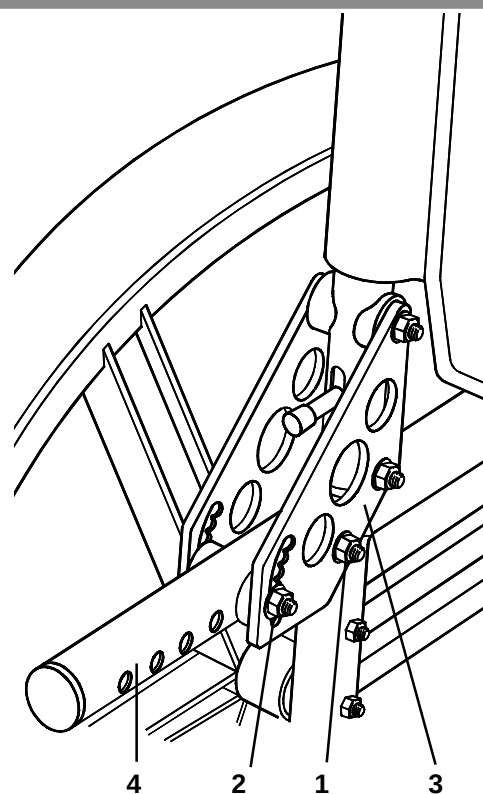

Fig. 35
Pour ajuster la hauteur (de la taille de la longueur du siège) du siège (Fig. 35), retirez la vis pivot d'une ouverture de 10 mm et l'écrou (1) ainsi que la vis de réglage de l'angle d'ouverture de 10 mm et l'écrou (2) des deux paires de plaques de réglage de l'angle du dossier (3). Faites glisser le dossier le long du tube (4) jusqu'à la hauteur voulue, en alignant avec précaution les trous des plaques de réglage d'angle et les quatre rondelles collerettes avec les trous des tubes. Remettez en place toutes les vis et les écrous, et coupez-les entre 8 et 10 Nm.